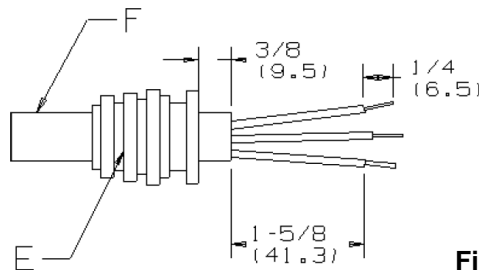

Fig. 1
2. Strip cable and wires to recommended lengths. (Fig. 1).
2. Dénuder le câble et les conducteurs aux longueurs recommandées. (Fig. 1)
6. Fixer le passe-cordon **E** au câble **F** (Fig. 1) selon le TABLEAU 1.
2. Pelar el cable y los hilos en las longitudes recomendadas. (Fig. 1).
6. Instalar el pasacables **E** en el cable **F** (Fig. 1) según la TABLA 1.
6. Install Cable Grommet **E** on cable **F** (Fig. 1) according to **TABLE 1**.